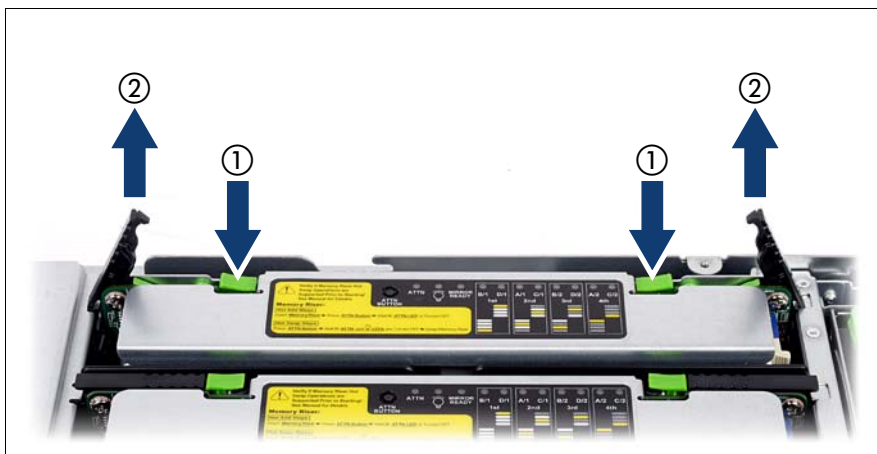

図 9: メモリボードの取り外し
- ▶ メモリボード (29 ページ の図 9 を参照) とメモリ仕切り板を取り外します。